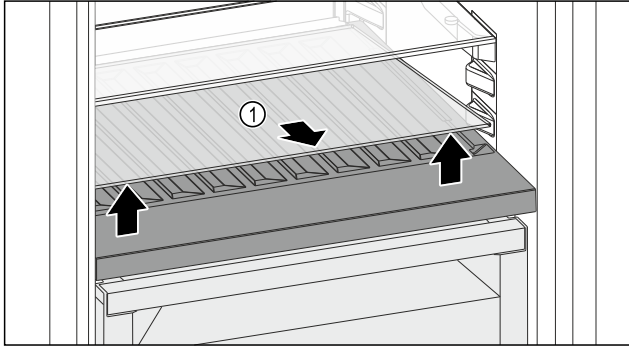

Fig. 113
- ▶ Повдигнете стъклената плоча Fig. 113 (1) при прореза отпред и извадете.
- ▶ Съхранявайте стъклената плоча Fig. 113 (1) на сигурно място извън уреда.